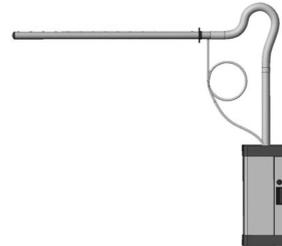
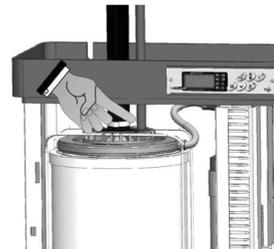

рис. 44
рис. 45
2. Если парораспределительная труба устанавливается выше увлажнителя и паровая трасса имеет сифонообразные изгибы (например, рис. 44), необходимо установить устройство возврата конденсата. Это специальный шланг, присоединяемый к соответствующему патрубку на цилиндре увлажнителя (рис. 45) или сливает его в дренаж. Возврат конденсата производится по специальному шлангу UMITUBODN10, присоединяемому к патрубку диаметром 10 мм. На шланге возврата конденсата необходимо выполнить сифон – полный оборот минимальным диаметром 200 мм. Сифон должен быть наполнен водой при установке. Это предотвратит выход пара из шланга возврата конденсата (рис. 44).